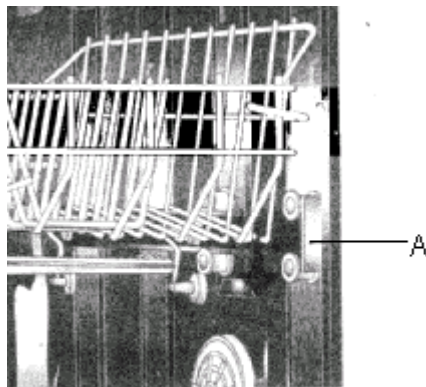

Рис.17
- 3) Вынуть наружный фильтр-слив (рис. 17).